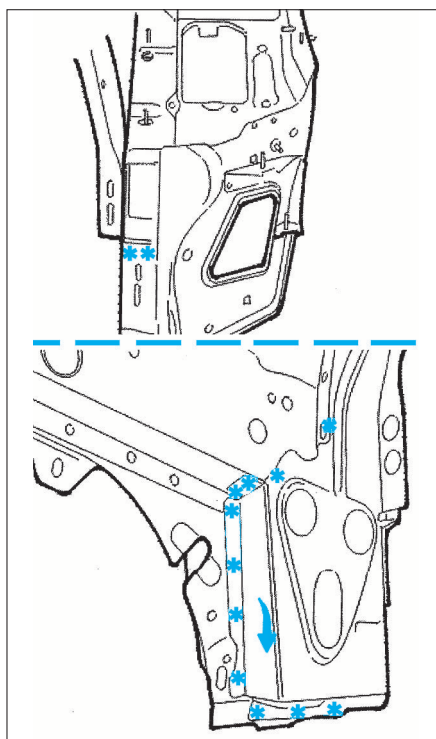

FIG. 3
- Fraiser les points de soudure électriques (Fig.3).